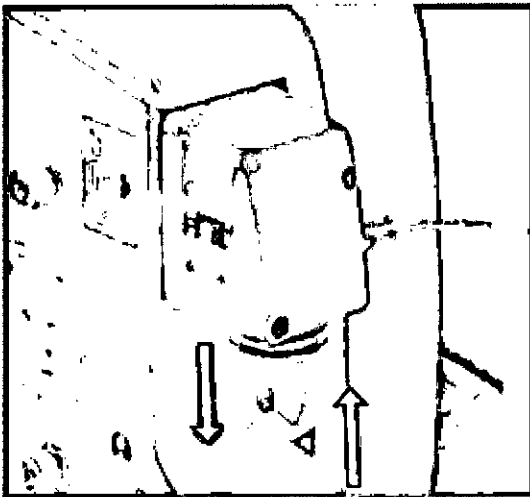

Figura 4-20
El frasco colector de agua que hay en el lado izquierdo del aparato (figura 4-20) recoge los líquidos que se separan de la muestra de los gases que llegan al paciente.
1. Retire el frasco tirando de él hacia abajo en vertical (figura 4-20).